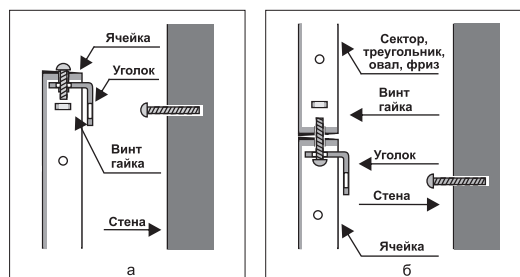

Рис.3
2) Головка элемента крепежа (шурупа, гвоздя и т.д.) должна быть не более  $\phi$  8 мм. Уголок крепится либо на верх ячейки, либо между декоративным элементом (фриз, сектор, треугольник, овал,) и ячейкой (рис.3) Расстояние между уголками определяется конструкцией собранного стенда. В небольшой длины стендах уголки крепятся на крайние ячейки (~ 70-80 см).